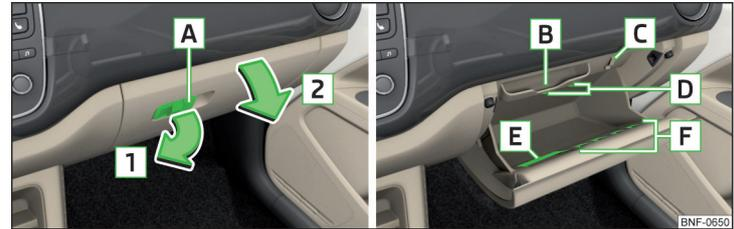

Abb. 68 Ablagefach öffnen / Innenraum des Ablagefachs
**Ablagefach** » Abb. 68
- Befindet sich im Öffnungshebel **A** » Abb. 68 ein klappbarer Haken » Abb. 69 auf Seite 62, aufgehängte Gepäckstücke vom Haken abnehmen.